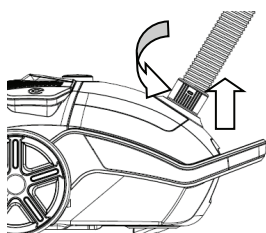

Fig. 2
Ruotare l'estremità con il dispositivo di bloccaggio a baionetta del tubo di aspirazione flessibile (16) in senso antiorario per sbloccare il dispositivo di bloccaggio a baionetta. Estrarre l'estremità con il dispositivo di bloccaggio a baionetta del tubo di aspirazione flessibile (16) dall'apertura di aspirazione (4) (Fig. 2).